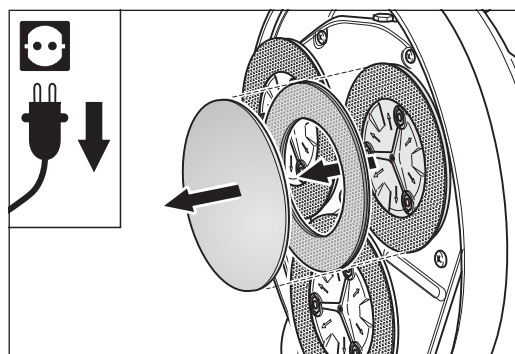

Abb. 33 Von jedem Schleifteller die Klettschleifscheibe und den flexiblen Kletthafttring abziehen.
Wenn Sie einen höheren Abtrag beim Schleifen erreichen wollen, ziehen Sie von jedem Schleifteller die Klettschleifscheibe und den flexiblen Kletthafttring ab (Abb. 33). Setzen Sie an jedem Schleifteller eine Klettschleifscheibe mittig an (ohne flexiblen Kletthafttring) und drücken Sie die Klettschleifscheibe fest (Abb. 34).
- 4 Ziehen Sie von jedem Schleifteller die Klettschleifscheibe und den flexiblen Kletthafttring ab (Abb. 33).
- 4 Ziehen Sie von jedem Schleifteller die Klettschleifscheibe und den flexiblen Kletthaftring ab (Abb. 33).